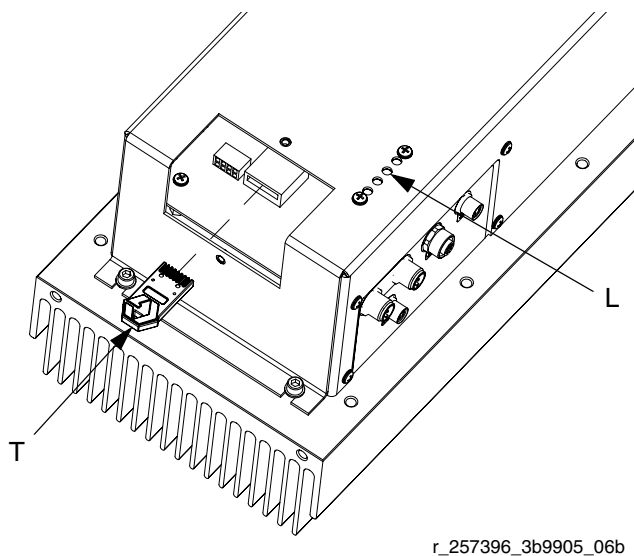

ABB. 19: Installieren des Tokens
4. Systemspannung einschalten. Die rote Leuchtanzeige (L) wird blinken, bis die Software hochgeladen ist. Warten Sie, bis die rote Leuchtanzeige nicht mehr blinkt. Siehe ABB. 19.
5. Schalten Sie die Systemspannung am Hauptschalter (MP) aus, wenn die Software erfolgreich hochgeladen wurde oder das Schlüsseltoken nicht mehr benötigt wird.
6. Entfernen Sie das Token (T).
7. Setzen Sie die Zugangsabdeckung (D) wieder ein.